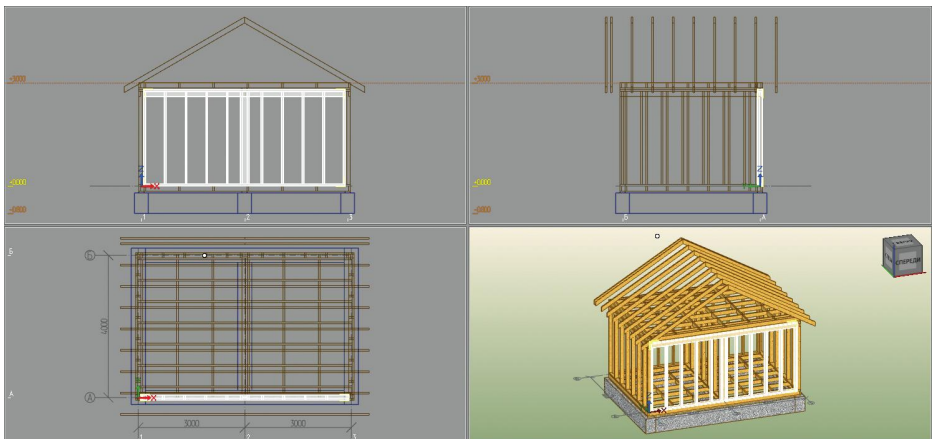

рис. 88
2. Щелчком левой кнопки мыши сделайте текущим видовое окно № 4 и укажите **стену А** (рис. 88).